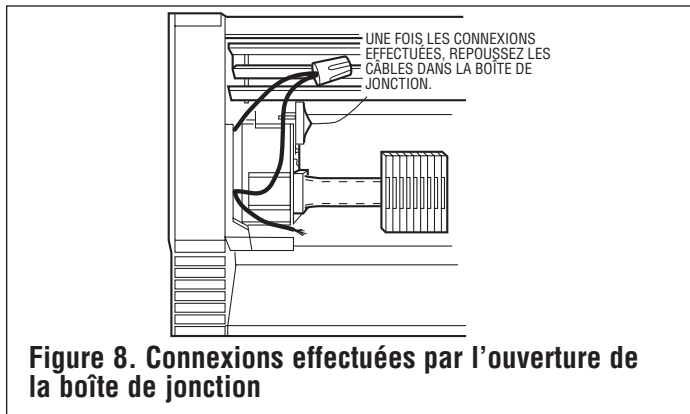

Figure 8. Connexions effectuées par l'ouverture de la boîte de jonction
4. Si le branchement doit être fait dans une boîte de jonction intermédiaire de la file, il est plus simple d'effectuer les connexions avant de fixer les radiateurs au mur. S'il n'est pas possible de procéder ainsi, on peut effectuer les connexions par l'ouverture des boîtes de jonction une fois les couvercles frontaux enlevés (voir la figure 8).